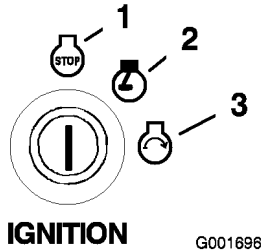

Figura 14
6. Gire la llave de contacto a la posición de Arranque (Figura 14). Cuando el motor arranque, suelte la llave.
- Gire la llave de contacto a la posición de Parada y retire la llave (Figura 14).